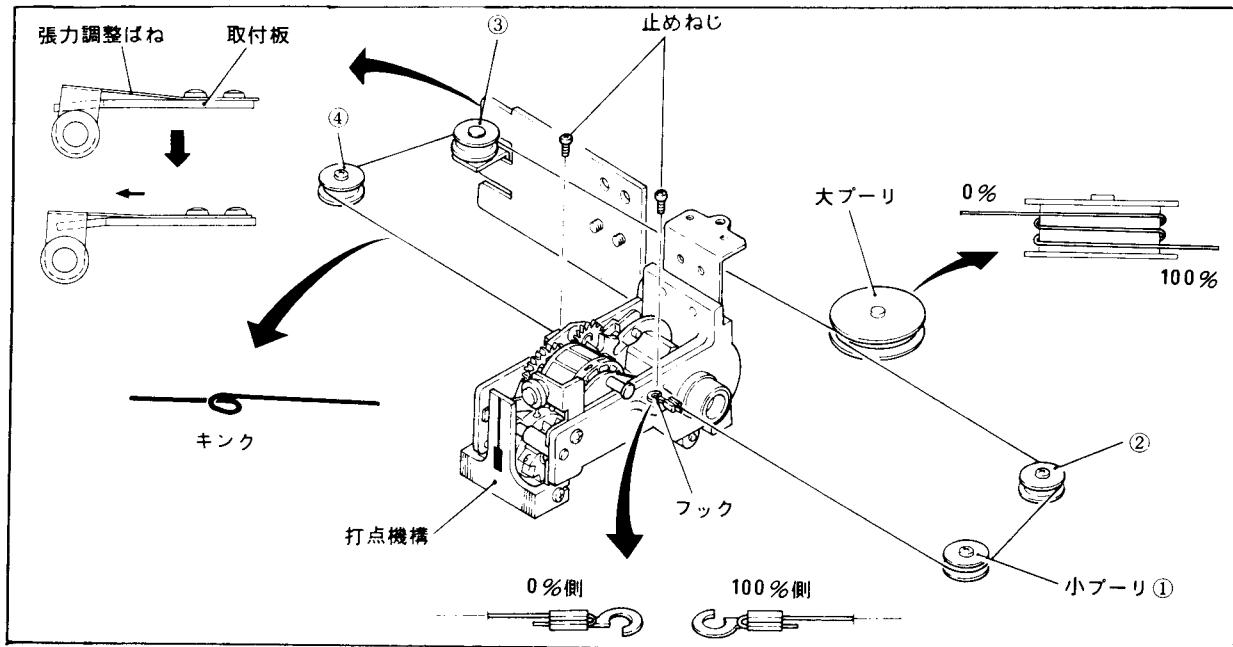

図15-4 線糸の掛け方
(1) 扉を開き、SUPPLYスイッチをOFFにし内器を取り出し、内器上ぶたを開きます。
(2) 張力調整ばねの止めねじを緩め、線糸の張力を緩めておきます。
(3) 打点機構部の止めねじを緩めると、線糸のフックがはずせます。
(4) 取付けは、打点機構の100%側から線糸を掛けていきますが、フックの向きと大ブーリに2回巻きつける上下関係を図15-4のようにします。